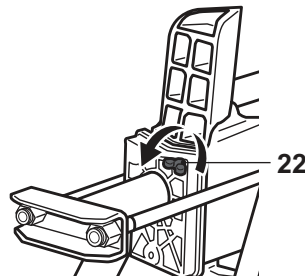

Fig. 4
- Desserrez la vis d'aération [22] de 3 tours dans le sens contraire des aiguilles d'une montre avant de démarrer l'appareil (Fig. 4).